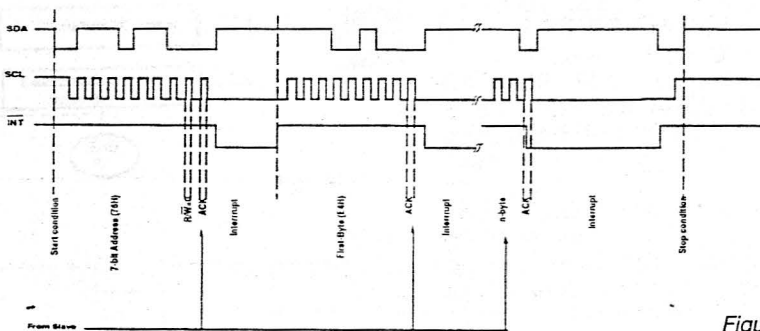
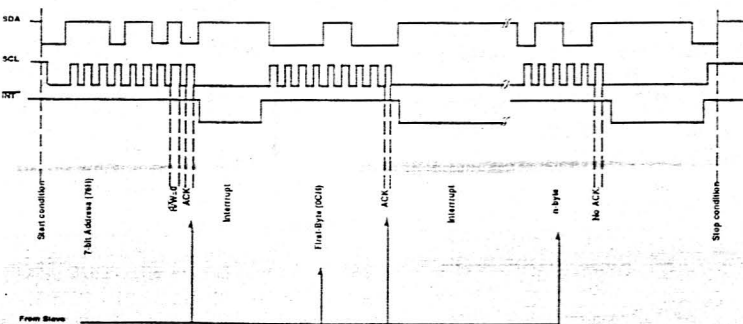

Figure 9
Figure 10
- qu'il faut prendre le temps de lire en détail car ils sont complets en ce qui concerne le déroulement des opérations et de plus, pour tous les irréductibles du hard auquel nous sommes fiers d'appartenir, nous donnons les chronogrammes des signaux présents sur les différentes broches concernées **figure 9** et **figure 10**.